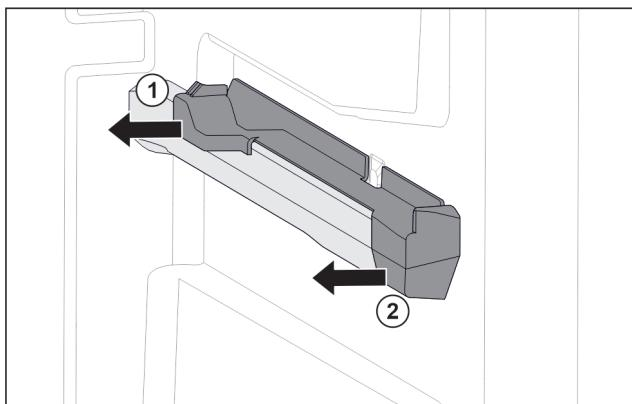

Fig. 71 Наставка върху дясното ребро на съда
- Изтеглете наставката отзад настрани. Fig. 71 (1)
- Изтеглете наставката отпред настрани. Fig. 71 (2)